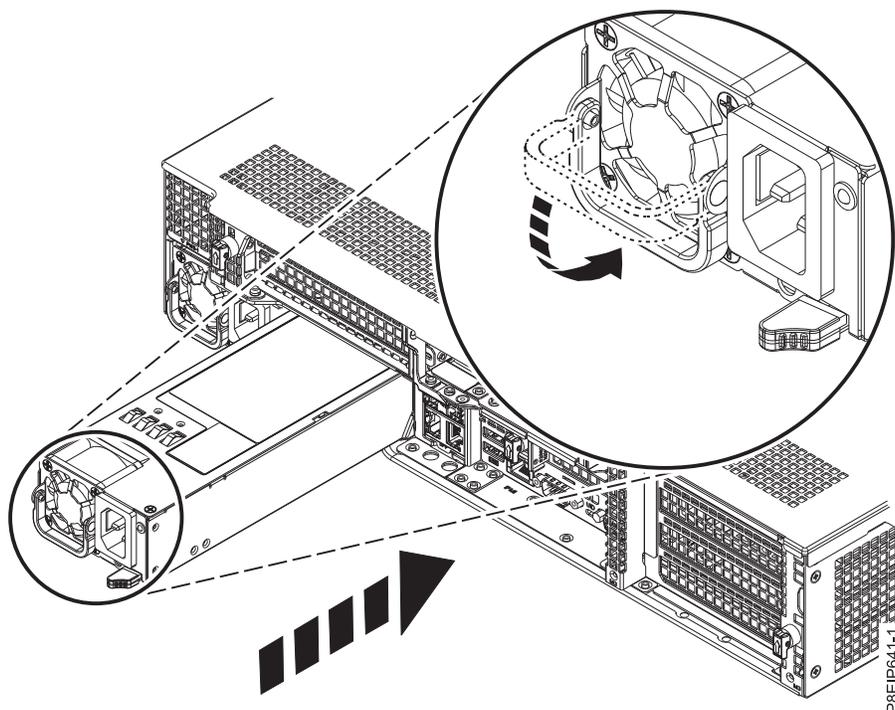

Figura 94. Substituindo a fonte de alimentação no sistema
2. Alinhe a fonte de alimentação com o compartimento conforme mostrado na Figura 94. O ventilador está à esquerda; o plugue está à direita. Deslize a fonte de alimentação no sistema até que a trava seja bloqueada no lugar.